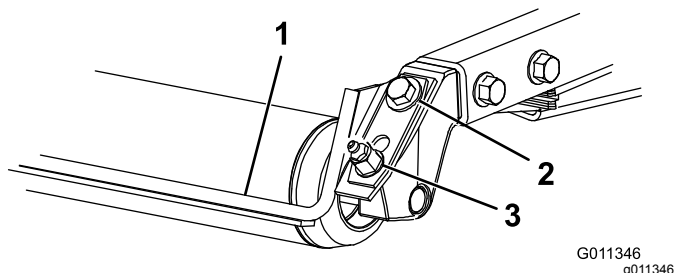

図 3
1. グリスフィッティングと取り付けねじをゆるめる 図 3。